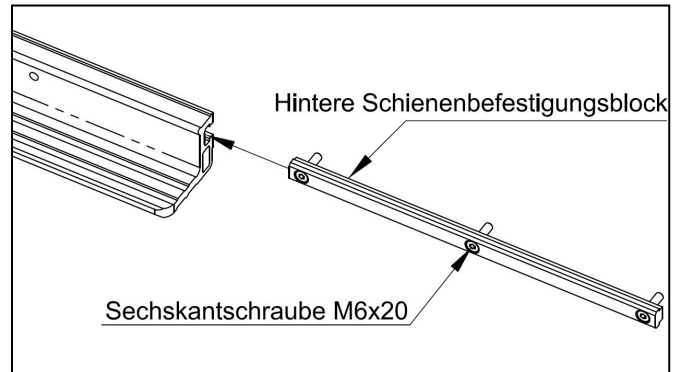

Abbildung 6-9
2. Wie in **Abb. 6-9** dargestellt, setzen Sie die Sechskantschraube M6x20 in die Löcher des hinteren Führungsschienen-Fixierblocks (H) ein. Schieben Sie den Fixierblock in die T-Nut der hinteren Führungsschiene.